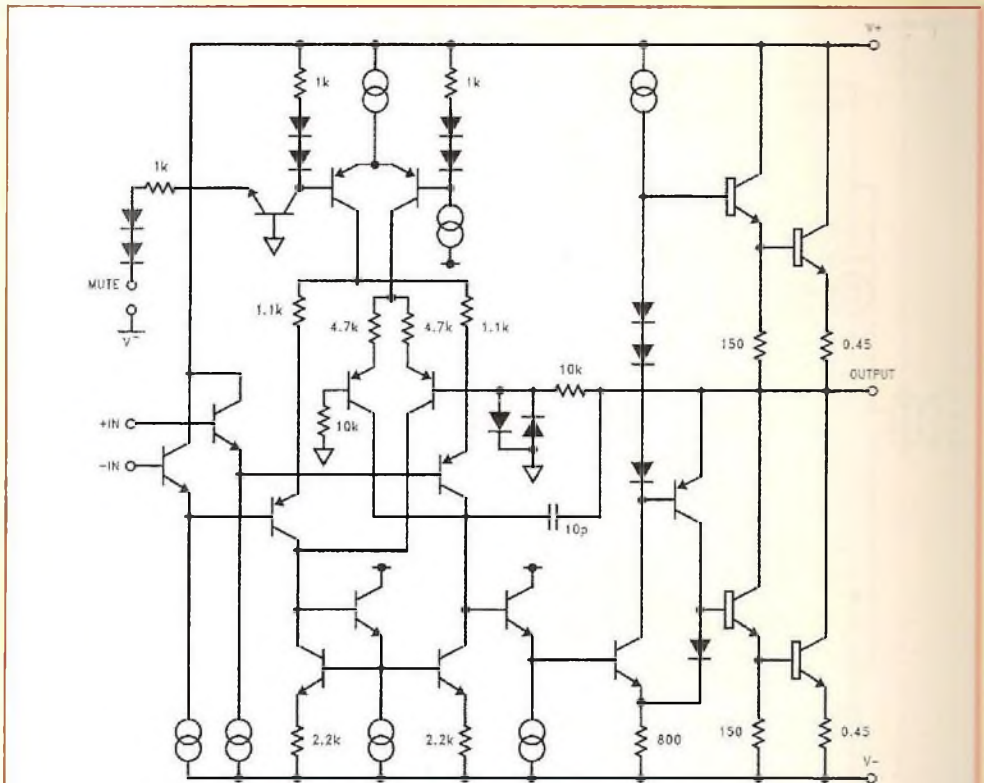

Figure 1 : Structure interne du LM 3886
Supposons qu'une forte impulsion positive soit générée par le tube T1 et que son amplitude soit telle que le tube T2 voit sa tension normalement négative de la grille par rapport à sa cathode atteindre une valeur proche de 0, sinon positive. À cet instant, un courant de grille prend naissance et va traverser la résistance  $R_{g2}$  (figure 1). Une tension **positive** va s'établir au point (B), le condensateur va se charger à la valeur de cette tension et ensuite se décharger à travers  $R_{\text{TOTALE}}$ , d'autant plus lente-
typique de bruit de seulement 2  $\mu$ V. Les spécifications N.S. font apparaître une distorsion harmonique totale de 0,03 % sur tout le spectre audio avec une excellente linéarité pour un taux de distorsion d'intermodulation typique de 0,004%. Le schéma interne simplifié est représenté à la figure 1.